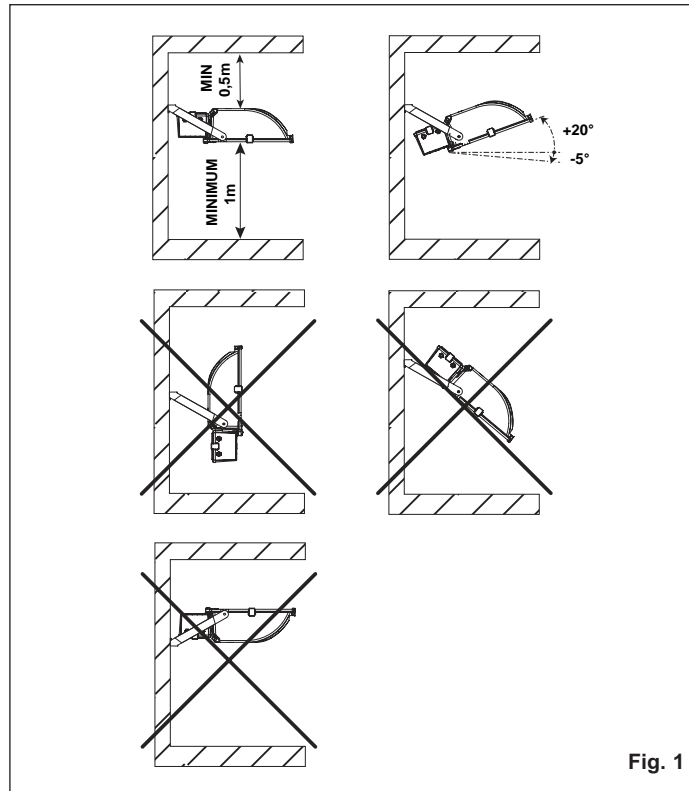

Fig. 1
- Nell'uso dell'apparecchio, assicurarsi che la distanza tra la lampada e l'oggetto illuminato **non sia inferiore a 1 m** e non orientare il proiettore verso la parete o il soffitto (Fig.1).
- Rispettare le posizioni di funzionamento indicate in Fig. 1.